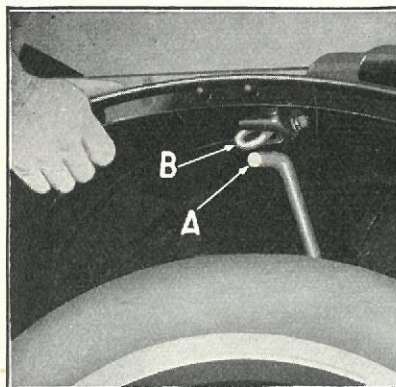

Fig. 108
- (a) Indsæt Skærmstiveren (Fig. 108-A) gennem Skærmøjebolten »B«.